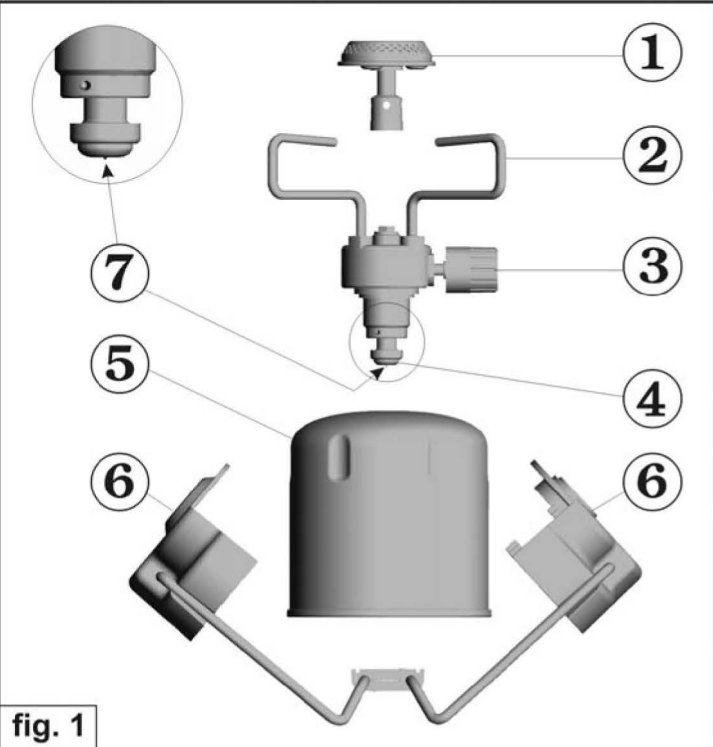
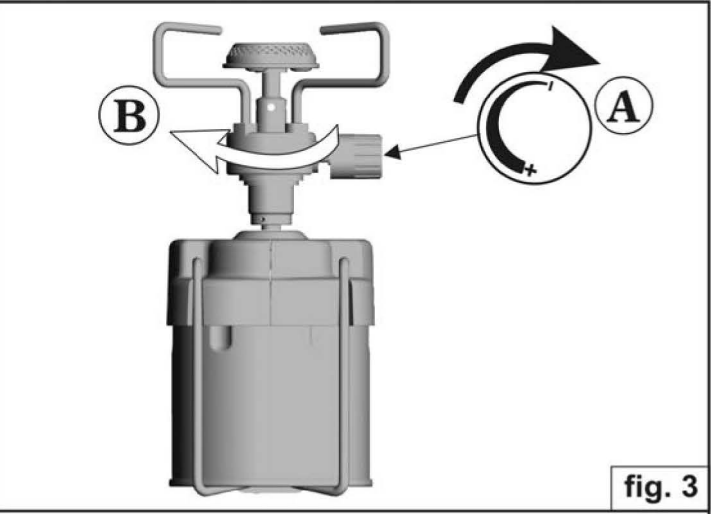

fig. 1
fig. 3
- S'assurer de la présence et du bon état du joint d'étanchéité (4) du réchaud (fig. 1). Ne pas utiliser le réchaud si le joint manque ou est détérioré, le rapporter à votre revendeur.
- Vérifier que l'extrémité de la pointe perforatrice ne dépasse pas du joint. Elle doit juste affleurer (voir détail fig. 1).
- Ouvrir le porte-cartouche (6) en suivant les flèches A puis B. Vérifier que la zone de perforation de la cartouche C 206 est parfaitement propre (sans étiquette, ni colle). Placer la cartouche C 206 dans le porte-cartouche (6) suivant flèche C et refermer en suivant les flèches D. Vérifier que les deux pièces plastiques s'entrecroisent bien l'une dans l'autre suivant flèches E et F.
- Vérifier que le robinet est bien fermé en tournant le volant (3) dans le sens de rotation des aiguilles d'une montre (sens "←" de la flèche) (fig. 3).
- Poser le porte-cartouche debout et visser à fond l'ensemble robinet/brûleur suivant la flèche B (fig. 3). La base du robinet est alors en appui sur la bague fileté de la porte-cartouche.
- Vérifier que l'arrivée du gaz est bien fermée en tournant le volant (3) à fond dans le sens de rotation des aiguilles d'une montre.
- Dévisser l'ensemble robinet/brûleur et vérifier la présence et le bon état du joint (4) (fig. 1)
- Ouvrir le porte-cartouche (6) en suivant les flèches A puis B et enlever la cartouche vide.
- Check that the valve is properly closed by turning the knob (3) in a clockwise direction (following arrow A) (fig. 3).
- Stand the cartridge holder upright and tightly screw the valve/burner unit following arrow B (fig. 3). The bottom of the valve then rests on the threaded bush of the cartridge holder.